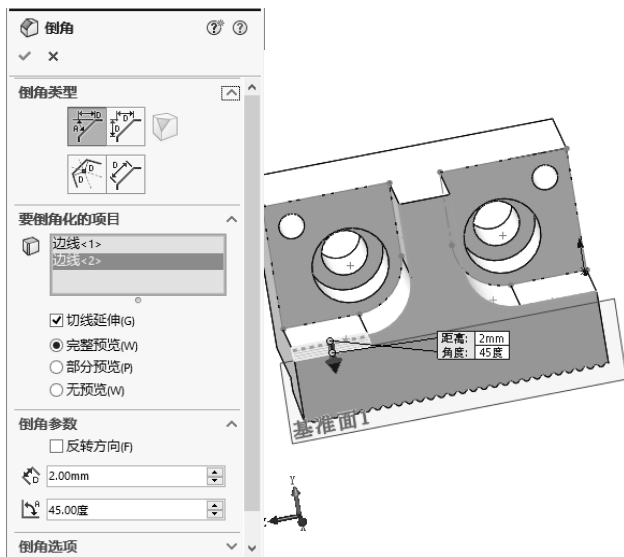

图 3-93 创建倒角特征
**01** 创建倒角特征。单击“特征”控制面板中的“倒角”按钮，弹出“倒角”属性管理器。选择倒角参数为“角度距离”，在“距离”文本框中输入 2.00mm，在“角度”文本框中输入 45.00 度，在绘图区选择要生成倒角的零件棱边，如图 3-93 所示，单击“确定”按钮，完成倒角特征的创建。